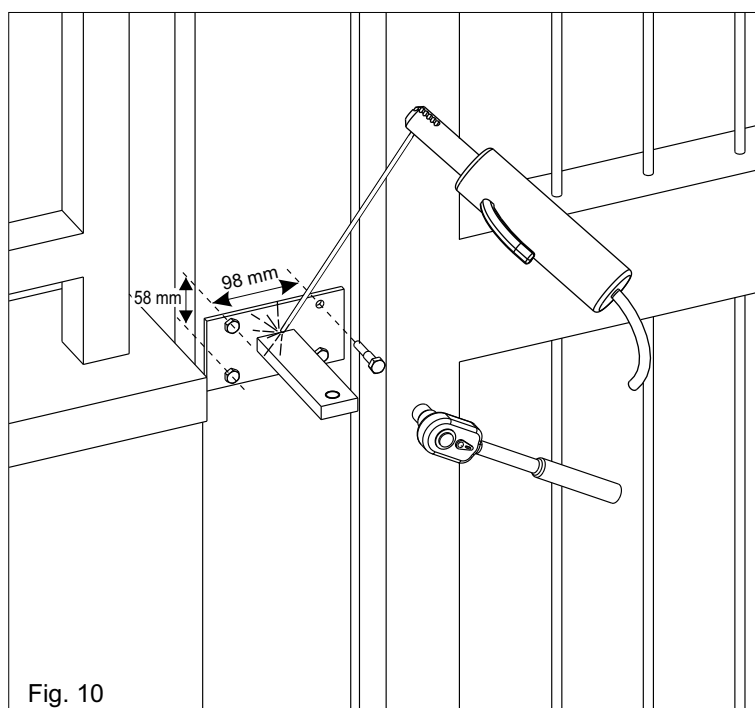
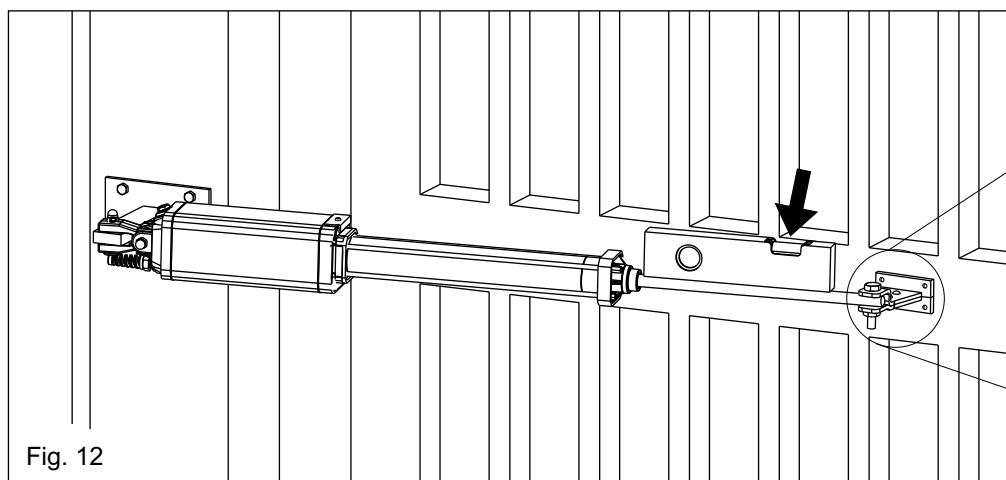

Fig. 10
Fig. 12
Selon le type d'ouverture choisi (interne ou externe) et de la rotation maxi. du vantail (voir pag.27), l'étrier doit être coupée, avant tous, en respectant la cote « a » en pag.27 et successivement soudée comme dans fig. 10.
Le support doit être positionné de façon que l'opérateur soit parfaitement horizontal (Fig.10, Fig.12).
- 4) Positionner l'opérateur de façon qu'il résulte parfaitement horizontal et donc marquer la position de la fixation antérieure (Fig.12)